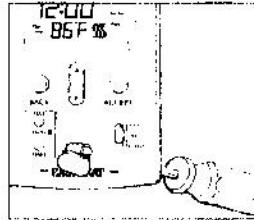

Fig. 3
2. Pop out the Screw Cover by gently pushing from behind with the enclosed screwdriver, see Figure 3.
2. À l'aide de la cuvette fournie, soulevez le cache-vis et le presser délicatement par l'arrière (voir la figure 3).